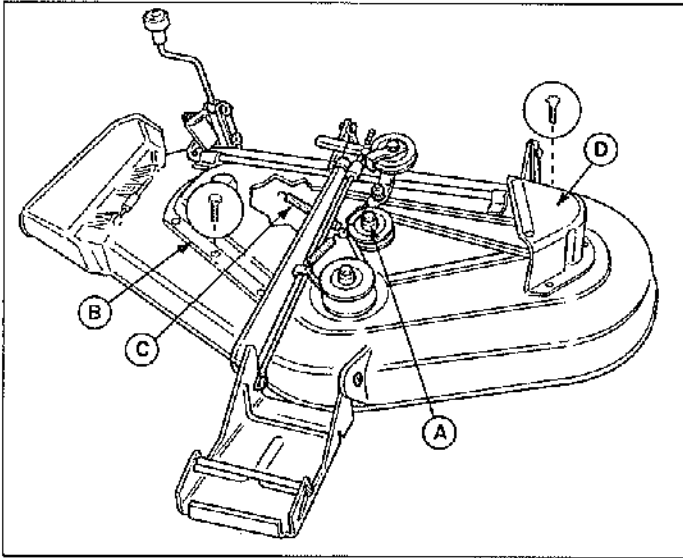
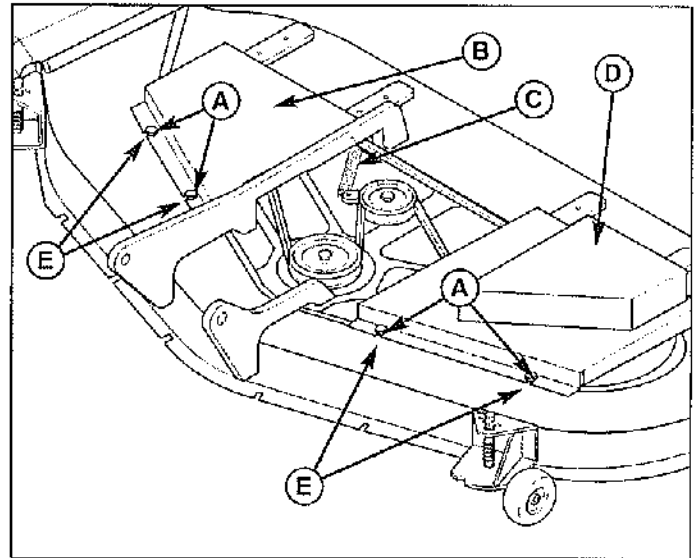

Figure 62. Tondeuse - Modèles de 112 et 127 cm
Figure 63. Tondeuse - Modèles de 137 cm
3. Retirer les boulons de fixation du carter d'arbre de droite (B, figure 62). Retirer les trois boulons de fixation du carter d'arbre de gauche (D).
3. Retirer la courroie de la PDF. Retirer les vis auto-taraudeuse (A, figure 63) maintenant les carters de courroie et déposer les carters de courroie (B, D).
4. A l'aide d'une pince-étou ou d'un extracteur, dégager le ressort du galet tendeur (C, figures 62 et 63) de la fente de la tondeuse.
5. Desserrer le boulon (A, figure 62) de fixation du galet tendeur sur le support. La courroie peut maintenant être passée entre le galet et le moyeu du tendeur.
7. Resserrer le boulon (A, figure 62).
8. Remettre le ressort (C, figures 62 et 63) en place dans la fente de la tondeuse.
9. Remonter les carters d'arbre droit et gauche (B et D, figures 62 et 63). Modèles de 137 cm : afin d'avoir un dégagement approprié de carter de courroie, s'assurer que les encoches d'alignement (E, figure 63) sont centrées sur les vis auto-taraudeuse (A).